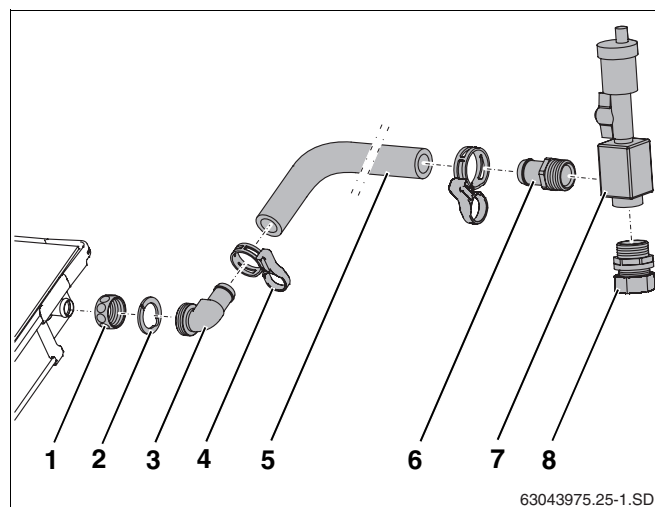

Fig. 38 Montage du tube solaire au raccordement de départ
- Glissez l'écrou-raccord (fig. 38, **pos. 1**) sur les raccords des capteurs.
- Posez la rondelle de serrage (fig. 38, **pos. 2**) derrière le renflement du raccordement de capteur et pressez l'un contre l'autre.
- Positionnez l'embout coudé avec joint torique (fig. 38, **pos. 3**) et vissez avec l'écrou-raccord.
- Glissez le tube solaire long (1000 mm, fig. 38, **pos. 5**) sur l'embout coudé et fixer à l'aide de la bride du compensateur (fig. 38, **pos. 4**).
- Vissez l'embout de tuyauterie R $\frac{3}{4}$  avec joint torique (fig. 38, **pos. 6**) et l'embout double avec joint torique (fig. 38, **pos. 8**) sur le dégazeur (air-stop) (fig. 38, **pos. 7**).
- Insérer l'embout de tuyauterie (fig. 38, **pos. 6**) jusqu'à la butée sur le tube solaire et fixer à l'aide de la bride du compensateur.
- Raccorder le tube collecteur au raccord-union par anneau de serrage (fig. 38, **pos. 8**).